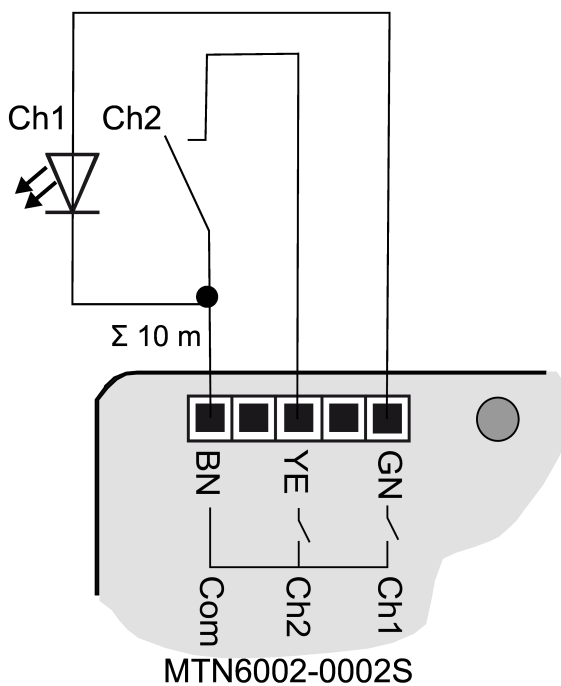
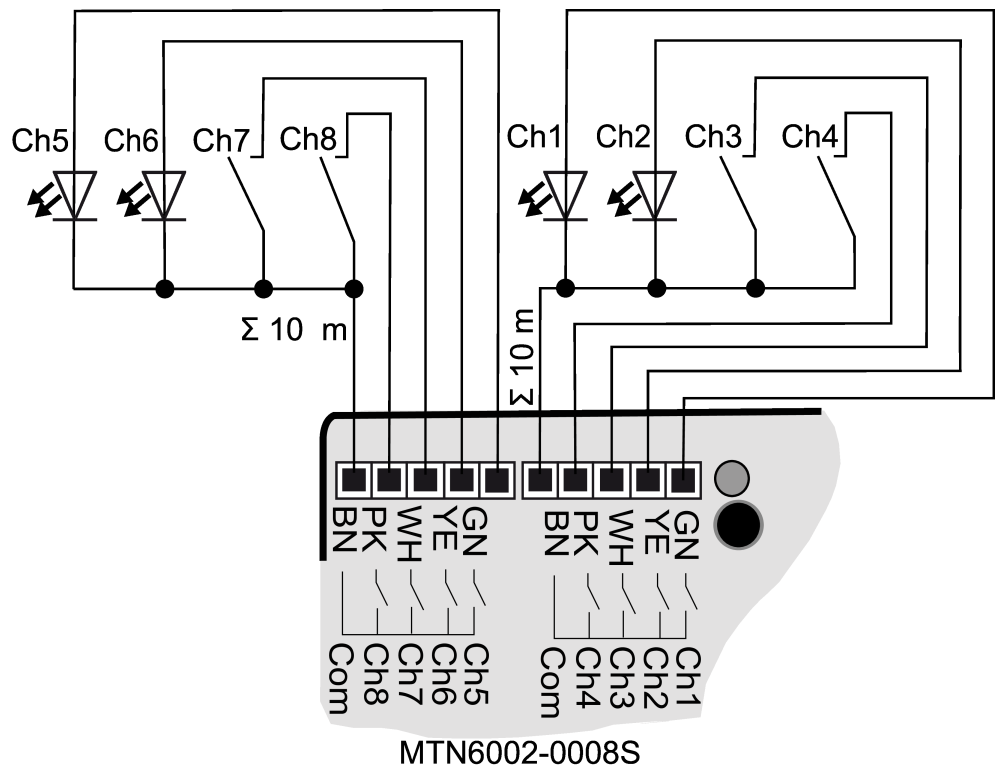

Bild 3: Anschlussbeispiel Tasterschnittstelle Basic, 2-fach
Bild 5: Anschlussbeispiel Tasterschnittstelle Basic, 8-fach
- Taster, Schalter, Kontakte, LED oder NTC gemäß Anschlussbeispiele mit beigelegten Anschlussleitungen (4) anschließen (siehe Bild 3) bis (siehe Bild 5). Die Anschlussbeispiele zeigen die Verwendung mit Eingängen und Ausgängen.